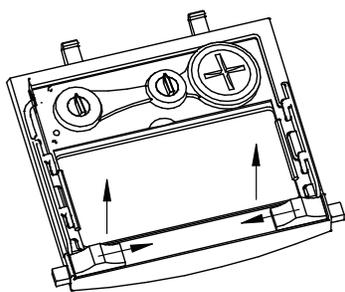
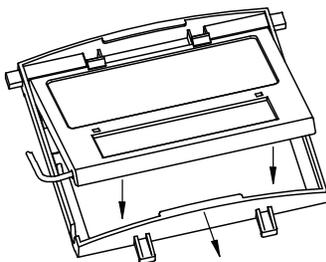

Figura 1
Figura 2
**Reemplazo de la lente de la cubierta transparente delantera:** Reemplace la lente de la cubierta delantera si está dañada. Retire el conjunto del soporte ADF según la figura 1. Retire la cubierta delantera de la lente del casco. Retire con cuidado la junta de la cubierta de la lente. Instale la nueva lente de la cubierta en la junta y monte al casco exterior. Asegúrese de montar la lente de la cubierta y la junta en la cubierta del casco del mismo modo que se retiró.
**Reemplazo de la lente interior transparente:** Reemplace la lente interior transparente si está dañada. Retire el conjunto del soporte ADF según la figura 1. Elimine el cartucho de tonos del soporte ADF. Coloque la uña en el hueco sobre la vista del cartucho y flexione la lente hacia arriba hasta que se libere de los bordes de la ventana de vista del cartucho.
**Cambiar el cartucho de tonos:** Retire el conjunto del soporte ADF de la cubierta del casco. Consulte la figura 1 para instrucciones para retirarla. Flexione el extremo superior del soporte ADF para permitir que el cartucho ADF se retire del marco. Instale un cartucho nuevo ADF en el marco según la figura 2 a continuación. Asegúrese de que el cartucho ADF esté insertado en el soporte ADF correctamente como se muestra. Instale el conjunto de soporte ADF en la cubierta del casco.